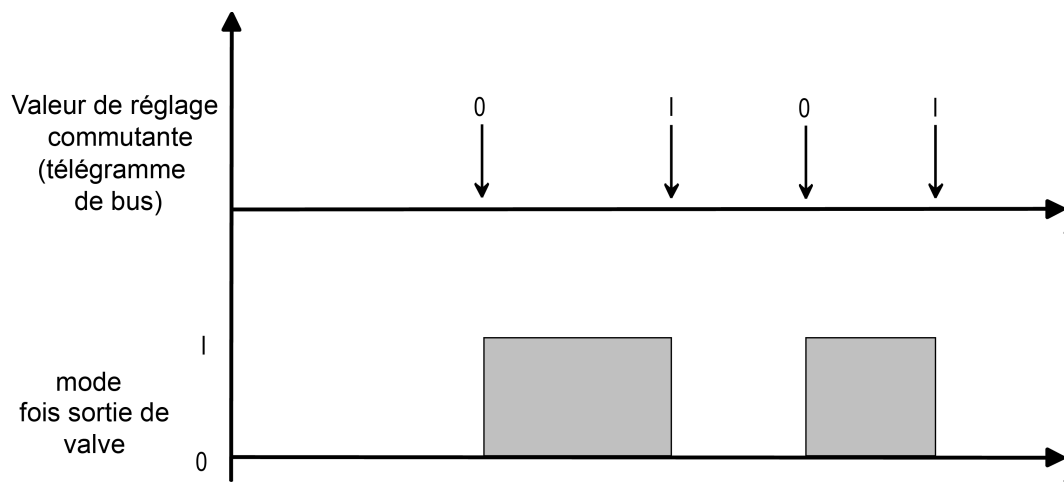

Figure 30: Conversion d'un paramètre commutant en un signal de sortie lorsque les entraînements de valve sont ouverts (sans tension) (exemple).
- Régler le paramètre « Sens d'action de la valve (valve sans tension) » sur « ouvert ». Pour les paramètres de commutation, le télégramme de commutation reçu via l'objet « Paramètre » est directement transféré vers la sortie. En cas de réception d'un télégramme « MARCHÉ », la sortie n'est pas alimentée et la valve est entièrement ouverte. L'activation de la sortie entraîne la fermeture totale de la sortie lorsqu'un télégramme « ARRÊT » est reçu (figure 30).